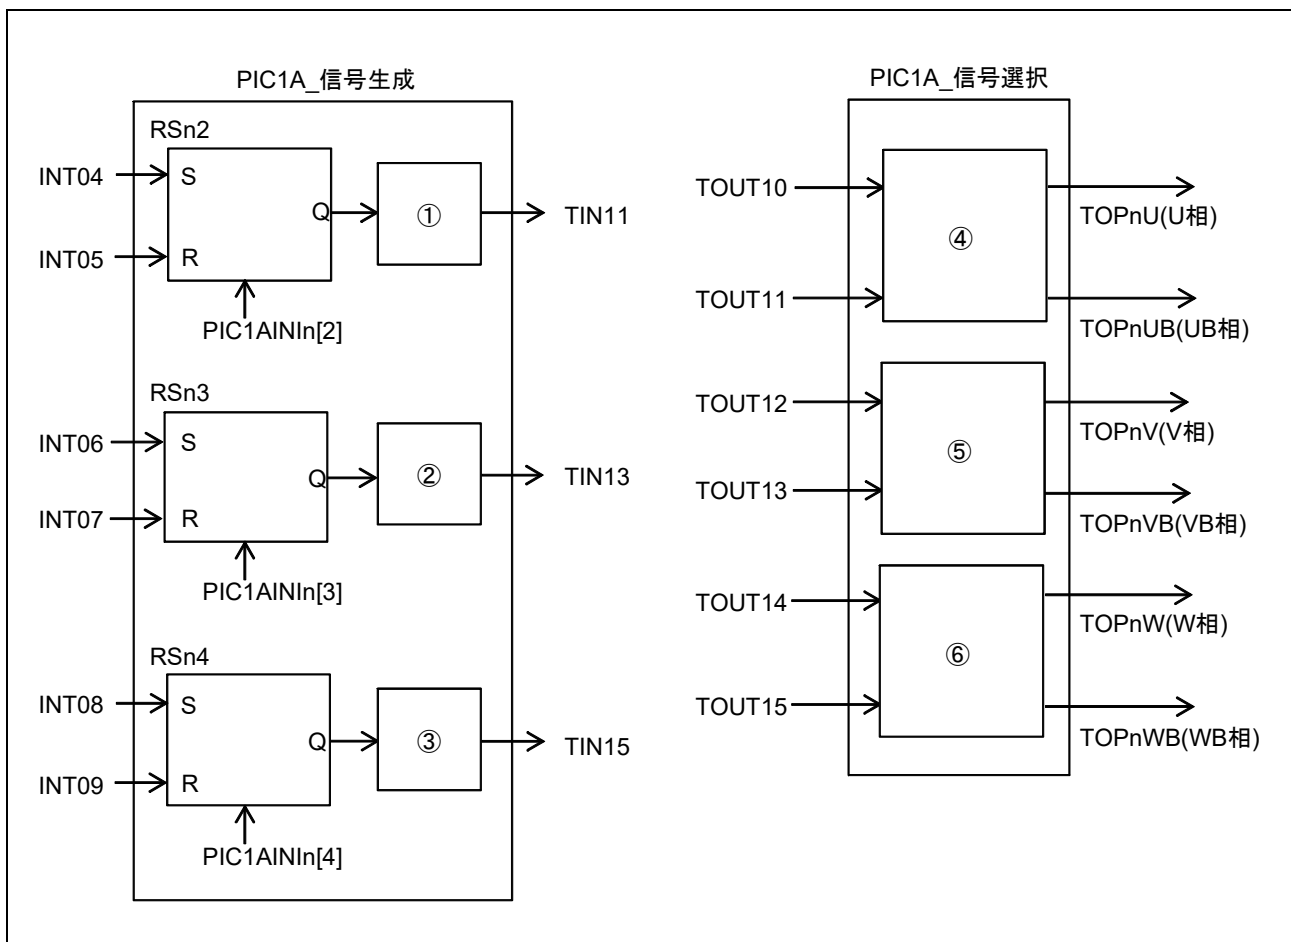

図 29.6 PIC1A ブロック図
RSn2 の出力 Q を TIN11 として出力するための設定値 (図 29.6 ①)
出力 TOUT10,11 を TOPnU,UB として出力するための設定値 (図 29.6 ④)
RSn3 の出力 Q を TIN13 として出力するための設定値 (図 29.6 ②)
出力 TOUT12,13 を TOPnV,VB として出力するための設定値 (図 29.6 ⑤)
RSn4 の出力 Q を TIN15 として出力するための設定値 (図 29.6 ③)
出力 TOUT14,15 を TOPnW,WB として出力するための設定値 (図 29.6 ⑥)